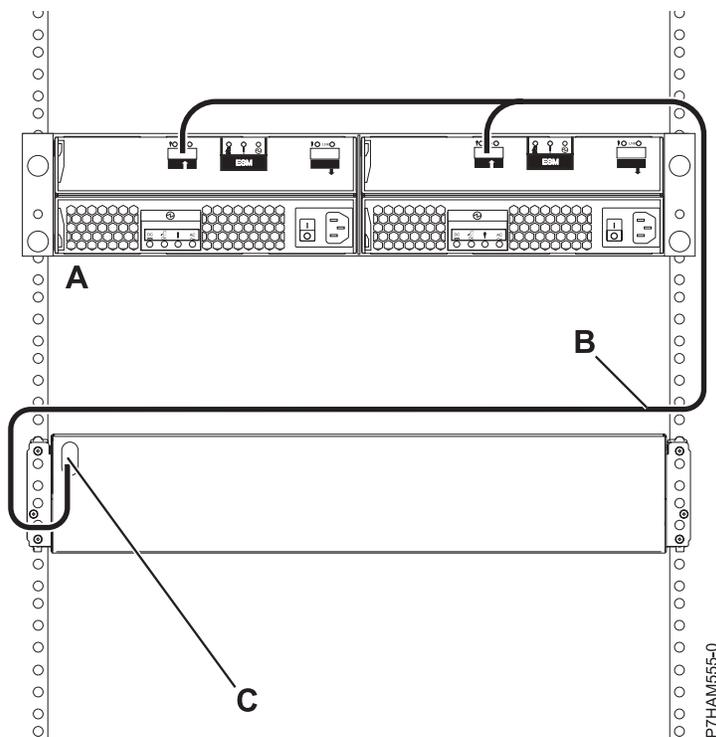

Figura 32. Conexión mediante un cable YI de un alojamiento de unidades de disco 5886 con un sistema que puede utilizar un único cajón SAS
8. Realice la conexión en la modalidad 1 de un alojamiento de unidades de disco 5886 (A) utilizando un cable YI (B) con un sistema que tenga soporte para un único cajón SAS (C), como se muestra en la Figura 32 en la página 74.